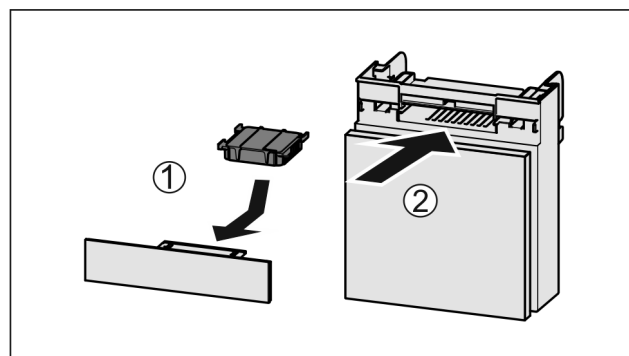

Fig. 143
- Actiefkoolfilter overeenkomstig afbeelding aanbrengen Fig. 143 (1).
- Lade erin schuiven Fig. 143 (2).